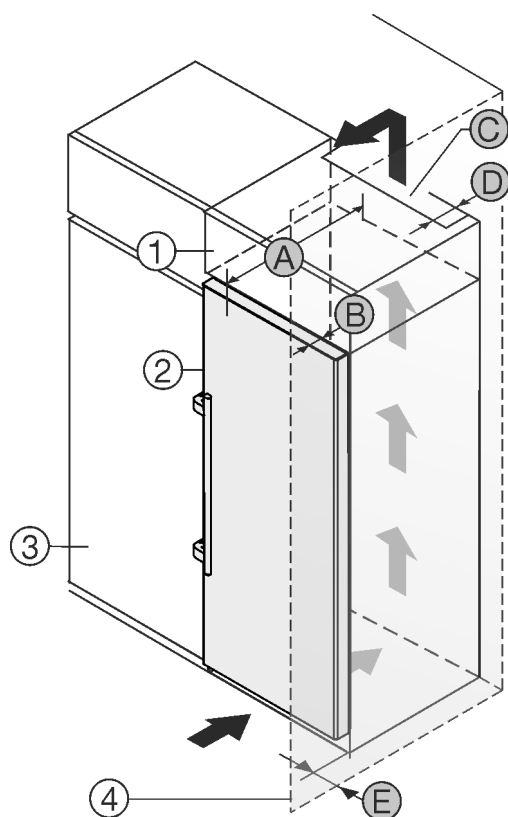

Fig. 2
Uređaj možete postaviti neposredno pored kuhinjskog ormara Fig. 2 (3).
Na stražnjoj strani visećeg ormara treba postojati otvor za odzračivanje dubine Fig. 2 (D) po cijeloj širini visećeg ormara.*
Ispod stropa prostorije treba poštovati ventilacijski presjek Fig. 2 (C).*
Kada se uređaj postavlja s okovima pored zida Fig. 2 (4), razmak između uređaja i zida mora iznositi najmanje 57 mm. To odgovara stajanju ručice kod otvorenih vrata.*
Kako biste vrata mogli potpuno otvoriti, uređaj mora biti za dubinu vrata Fig. 2 (B) ispred u odnosu na prednjicu kuhinjskog ormara. Ovisno o dubini kuhinjskih elemenata Fig. 2 (3) i uporabi zidnih odstojnika, uređaj može i dalje stršati.*